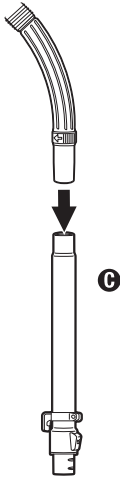

FIG. 2
Step 2: Attach wands **C** or **D** to hose handle (Fig. 2).
- Étape 2 :** Fixez les tubes **C** ou **D** à la poignée du tuyau (Fig. 2).
- Paso 2:** Conecte los tubos **C** o **D** al mango de la manguera (Fig. 2).